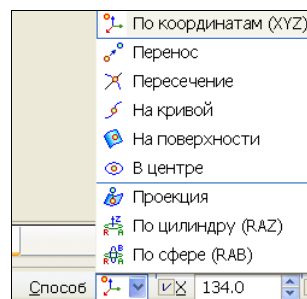
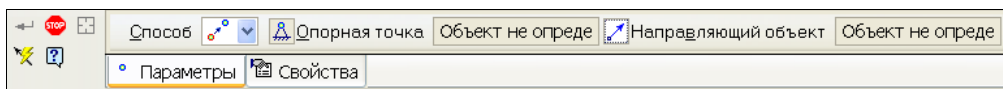

Рис. 23.2. Список способов создания точки в окне **Способ**
Рис. 23.3. Панель свойств: Точка при установленном способе **Перенос**
- ♦ вызовите команду **Точка**. На Панели свойств: Точка в окне **Способ** раскройте список способов и откройте способ **Перенос**  (рис. 23.2). Панель свойств: Точка видоизменилась (рис. 23.3);